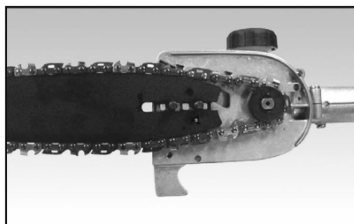

Fig. 3C
4. Regolare le vite di regolazione della tensione per consentire l'inserimento della barra (Fig. 3C). Assicuratevi che segua la scanalatura della barra di guida e regoli le vite di regolazione della tensione (Fig. 3D) in modo che la catena sia serrata.